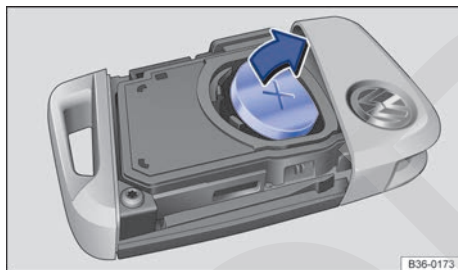

Fig. 35 Llave del vehículo: extraer la pila de botón.
- 3  Pila de botón → fig. 35
- Extraiga la pila de su compartimento haciendo palanca con un objeto fino adecuado → fig. 35.
- Coloque una pila de botón nueva en el compartimento y presiónela en el sentido contrario al de la flecha → fig. 35 → 1.